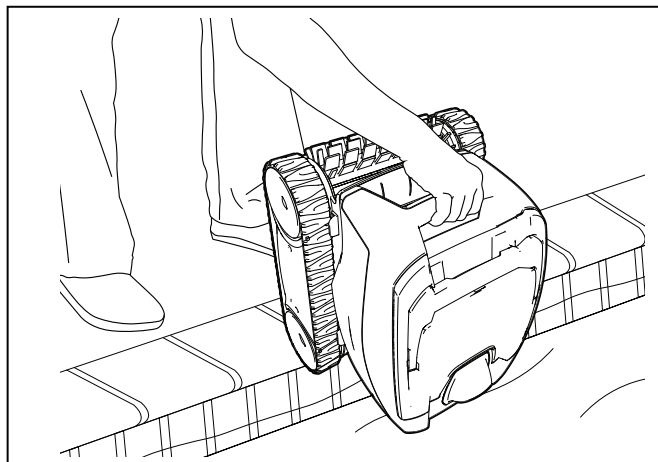

Figura 15. Sacar el limpiafondos de la piscina por la manija
1. Tire suavemente del cable flotante para traer el limpiafondos al alcance de su mano. Cuando el limpiafondos esté al alcance de su mano, utilice la manija para sacarlo del agua (Figura 15). Nunca levante el limpiafondos de la piscina tirando del cable flotante.